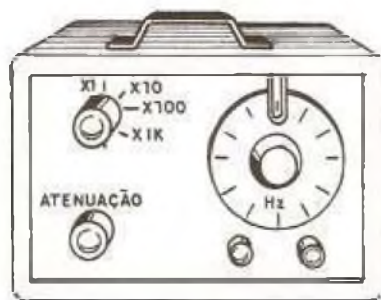

Figura 8
- a) um gerador de sinais (figura 8)